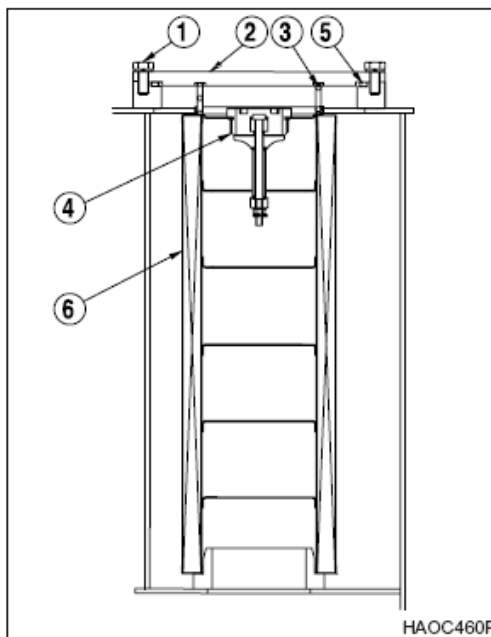

Figura 53
3. Retire los pernos (1, Figura 53) y la cubierta de control (2). Extraiga el resorte (3), la válvula (4) y la junta tórica (5) del elemento filtrante (6).